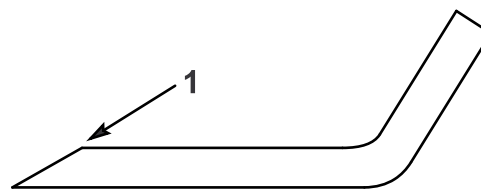

Figura 40
1. Affilate i taglienti da entrambe le estremità di ogni lama con una lima (Figura 40). Rispettate l'angolazione originale. La lama rimane bilanciata soltanto se rimuovete una quantità uguale di materiale da entrambi i taglienti.